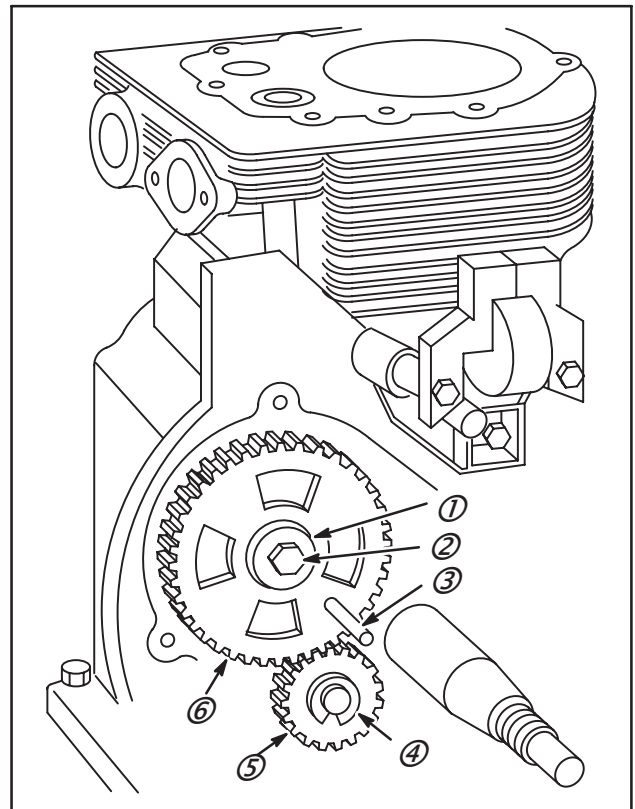
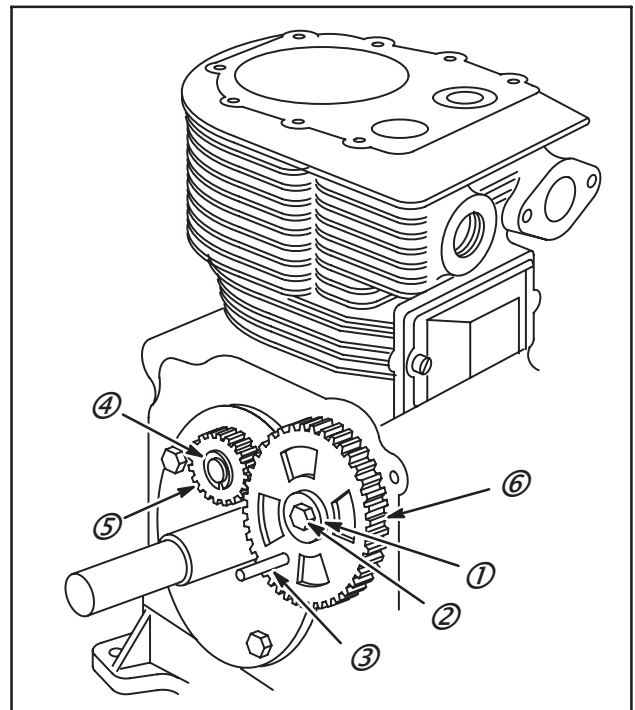

Fig. 3
Fig. 4
3. Déposer la vis de 14 mm (2) de l'axe d'arbre à cames.
4. Placer le pignon de calage côté volant (6) sur le cône de l'axe.
5. Installer la vis (2) avec la rondelle Belleville (1), approcher les vis, Fig. 3.
NOTE : Sur les Modèles 300400 et 320400 seulement, placer le pignon de calage côté P.T.O. de l'autre côté de l'arbre à cames. Installer la vis courte avec la rondelle Belleville, approcher les vis, Fig. 4.
6. Pour caler les pignons, introduire une tige de 6 mm (3) dans le pignon d'entraînement et dans le trou du palier de support du vilebrequin, Fig. 3.
NOTE : Pour les Modèles 300400 et 320400, voir également Fig. 4.
9. Monter le ou les galets tendeurs (5).
10. Poser le circlip (4) pour maintenir les pignons. Il n'y a pas de calage à réaliser, Fig. 3 et Fig. 4.